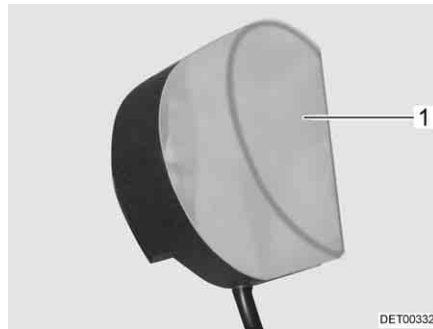

Bild 272 Kleiderschrankleuchte
- Leuchtenabdeckung (Bild 272,1) leicht zusammendrücken und abnehmen.